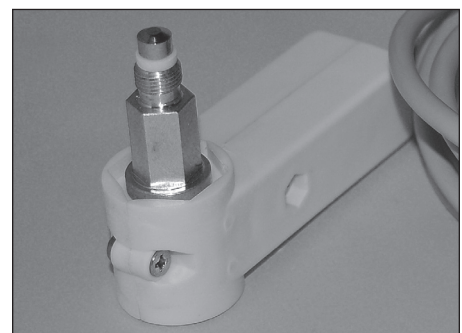

Figure 7
5. Installer le module de coupure d'alimentation, **Figure 7**, sur le chauffe-eau comme indiqué. Une fois l'installation du module de coupure d'alimentation terminée, acheminer le câble de connexion vers l'unité de contrôle et insérer le connecteur de verrouillage dans la carte de circuit imprimé.